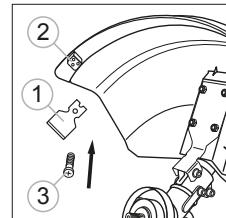

рис. 8
- Установите нож на защитный кожух (рис. 8).